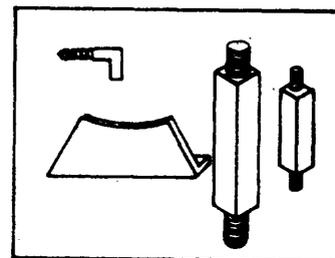

Fig. 1
- 1 - Sujete la unidad al transportarla, por medio de tornillos, soportes, grampas, etc. (fig. 1) de acuerdo con la marca y el modelo de la unidad. Esta debe estar bien fija para evitar que la trepidación no provoque su caída, causando desperfectos en el evaporador.